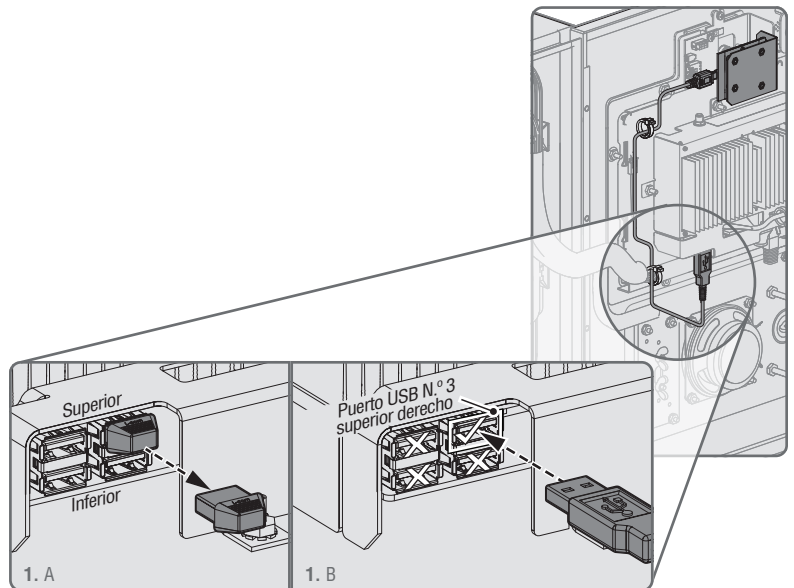

Figura 1. Retirar el enchufe falso y conectar el cable USB al puerto N.º 3 en el lado superior derecho del controlador.
5. Use las pinzas para desenchufar el enchufe falso superior derecho de la entrada USB en la tarjeta de control (controlador). (Figura 1.A)
6. Para conectar la cámara **SE DEBE UTILIZAR LA ENTRADA USB N.º 3**. El extremo Micro USB del cable USB se conecta a la cámara y el extremo USB estándar se conecta específicamente al puerto USB 3 (el puerto USB superior derecho en el controlador). (Consulte la Figura 1.B)